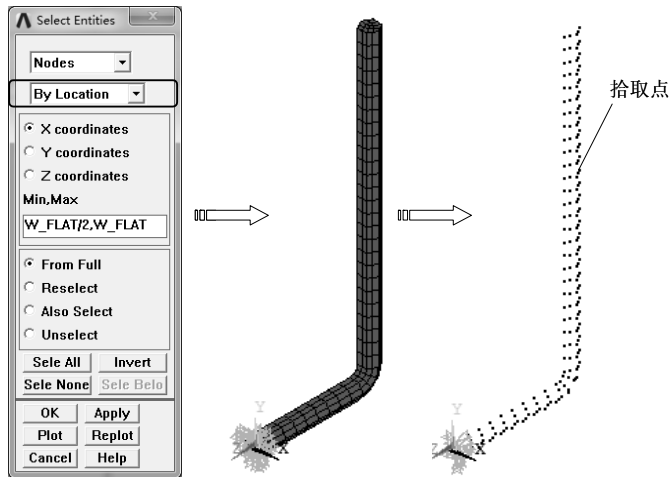

图 6-67 根据位置拾取节点
7) 选择“Utility Menu>Select>Entities”命令，弹出“Select Entities”对话框，选择拾取对象为“Nodes”，拾取方式为“By Location”，选中“X coordinates”选项，在“Min, Max”文本框中输入“W_FLAT/2, W_FLAT”，选择“From Full”选项，单击“Apply”按钮完成选取，单击“Plot”按钮显示所选取的节点，如图 6-67 所示。